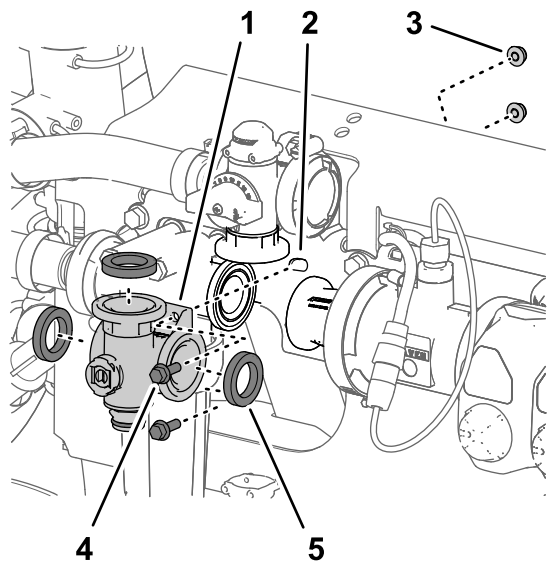
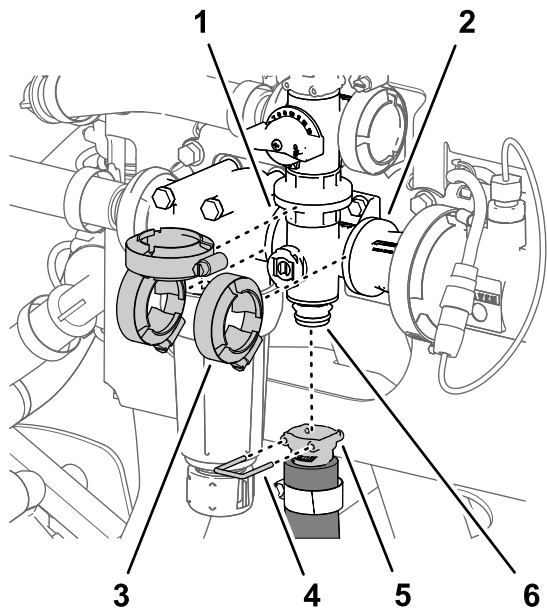

图 135
图 136
1. 将搅拌阀歧管凸缘、3 个垫片与搅拌旁通阀、压力式滤头和耦合适配器的凸缘对齐图 135和图 136。
- 用快速连接销将搅拌软管的快速连接耦合器安装到搅拌阀歧管的快速连接接头上图 136。
- 用在 拆下搅拌歧管阀 (页码 68) 中卸下的 3 个法兰夹具将搅拌阀歧管松松固定至搅拌旁通阀、压力式滤头和耦合适配器图 136。
- 用手拧紧 3 个法兰夹具图 136。